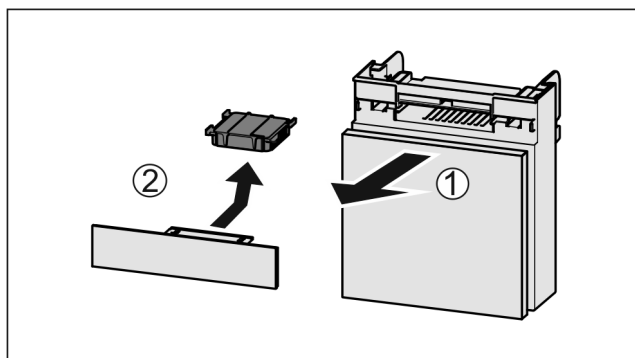

Fig. 225
- Zásuvku vytáhněte dopředu Fig. 225 (1).
- Filtr s aktivním uhlím vyjměte Fig. 225 (2).